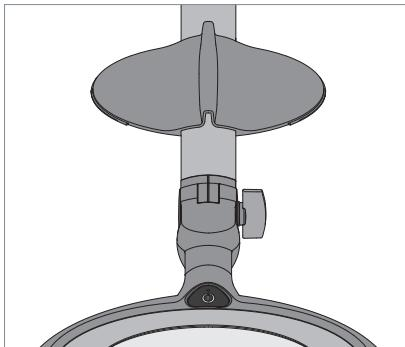

Fig. 4: Pousar a cobertura da lupa.
- Aperte a cobertura da lupa nos tirantes da luminária, ver Fig. 4.